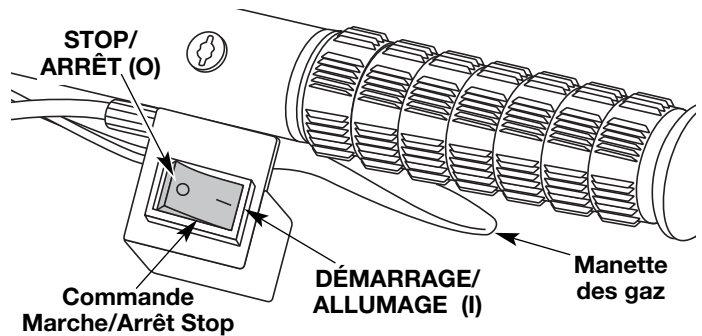

Fig. 6
2. Mettez la commande Marche/Arrêt Stop en position de **DÉMARRAGE (I)** (Fig. 6).